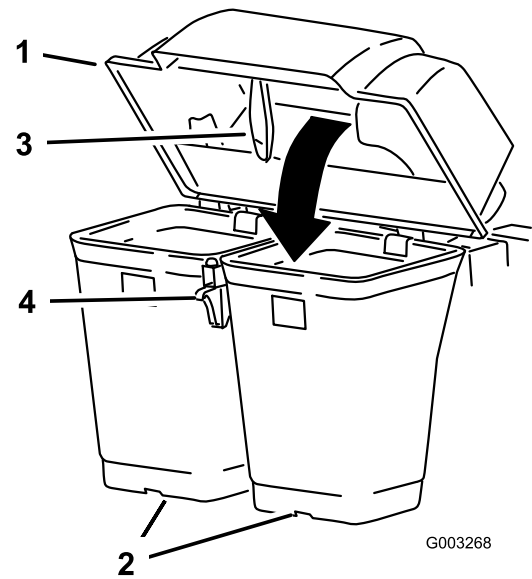
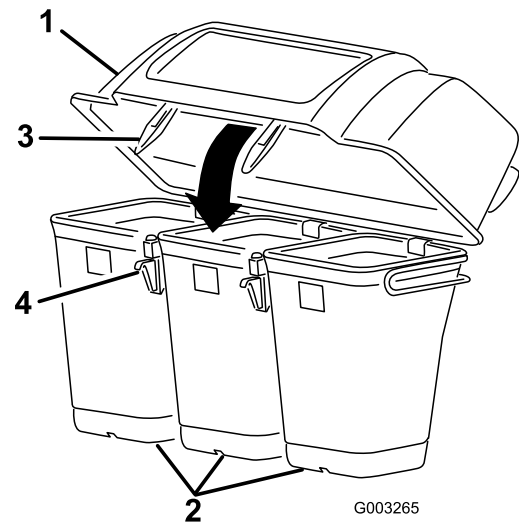

Figura 9
Figura 10
7. Baje el capó del ensacador sobre las bolsas (Figura 9 o Figura 10).